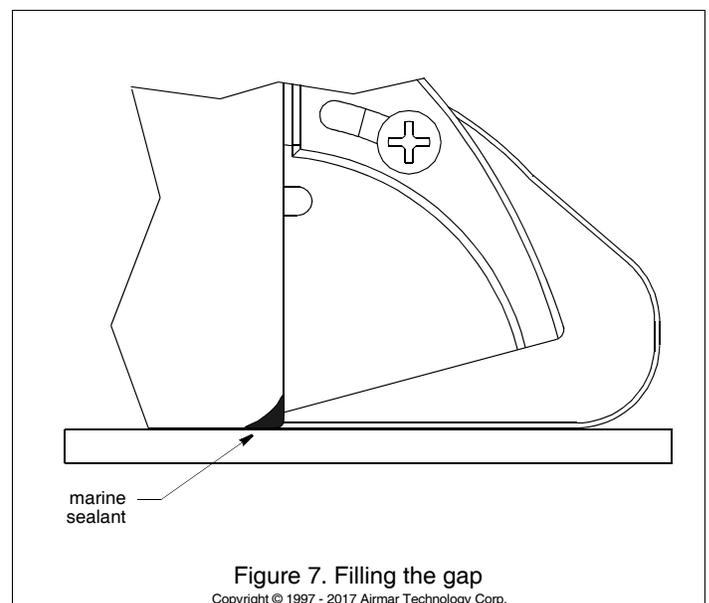

Figure 7. Filling the gap
2. パテナイフを使用して、センサーと船体との隙間をマリンシーラントで埋め、平滑にします (図7)。特に、船体から調整可能なパドルホイールアセンブリへの移行部分に注意を払います。これにより、パドルホイールの上をスムーズに水が流れるようになります。